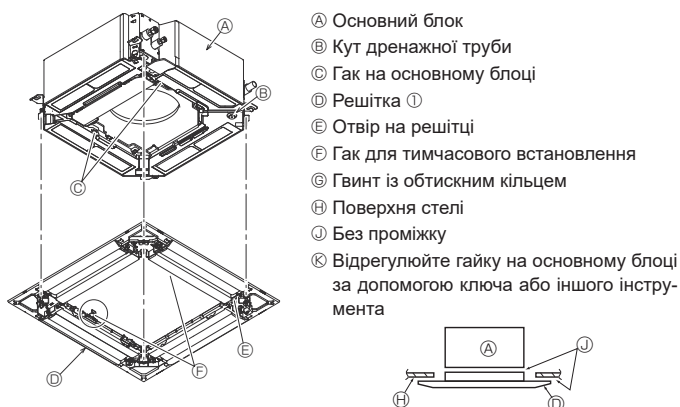

Fig. 9-6
### 9.4.2. Тимчасове встановлення решітки (Fig. 9-6)
- Зафіксуйте решітку на основному блоці, затягнувши попередньо встановлені гвинти. (Fig. 9-6)
Переконайтеся, що між основним блоком і решіткою або між решіткою та поверхнею стелі відсутні щілини. (Fig. 9-6)